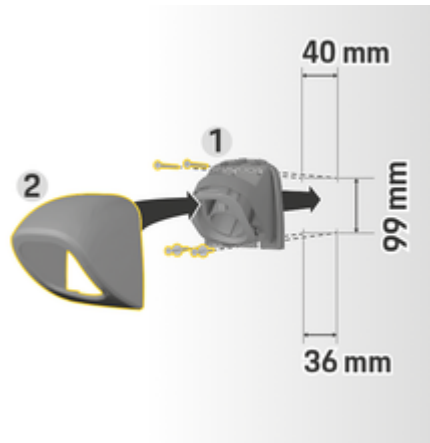

Рис. 65 Розміри отворів
1. Вийміть тримач вилки 1 (Рис. 65) із кришки 2 (Рис. 65).
4. Прикрутіть тримач вилки 1 (Рис. 65) до стіни.
5. Надіньте кришку 2 (Рис. 65) знизу на тримач вилки 1 (Рис. 65) і притисніть догори.